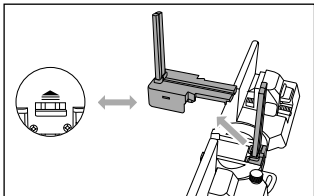

Fig. 7
- ◆ Hold produktet med oversiden opad, og tryk låsearmen **11** i pilens retning  for at tage skære-styreelementet B **10** ud (se fig. 7).
- ◆ Tag skære-styreelementet A **9** ud (se fig. 7).